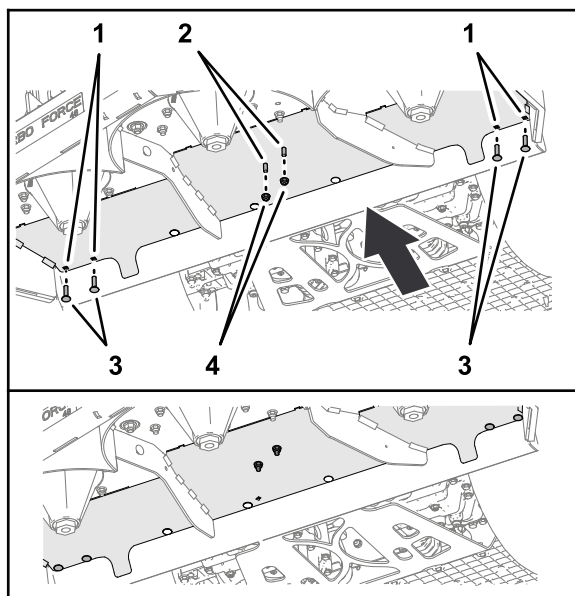

Figure 48
6. Replacez les 4 boulons de carrosserie (Figure 48) que vous avez retirés aux opérations 3 et 4 dans les trous du plateau de coupe et fixez-les en place avec les 4 contre-écrous à embase que vous avez retirés aux opérations 1 et 2.
7. Vissez les 2 contre-écrous à embase (Figure 48) que vous avez retirés à l'opération 5 sur les 2 boulons à embase (5/16" x 3/4").